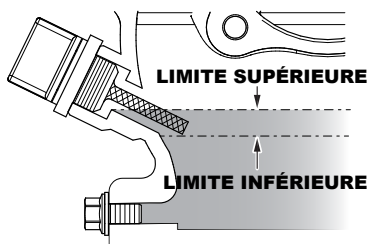

Figure 13. Jauge d'huile moteur (niveau d'huile)
4. Si le niveau d'huile est bas (Figure 13), remplissez jusqu'au bord de l'orifice de remplissage d'huile avec le type d'huile recommandé (Tableau 7). La capacité du carter d'huile est de 1,1 litres.